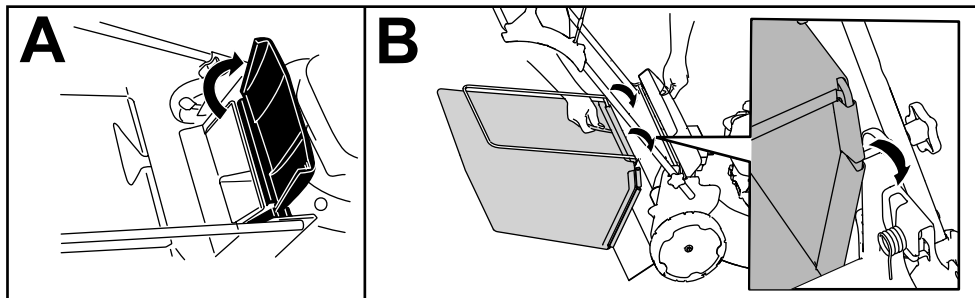

Figura 15
1. Ridică și menține ridicat deflectorul spate (A din Figura 15).
2. Instalează sacul pentru iarbă, având grijă ca tifturile de pe sac să rămână în fantele de pe suportul mânerului (B din Figura 15).